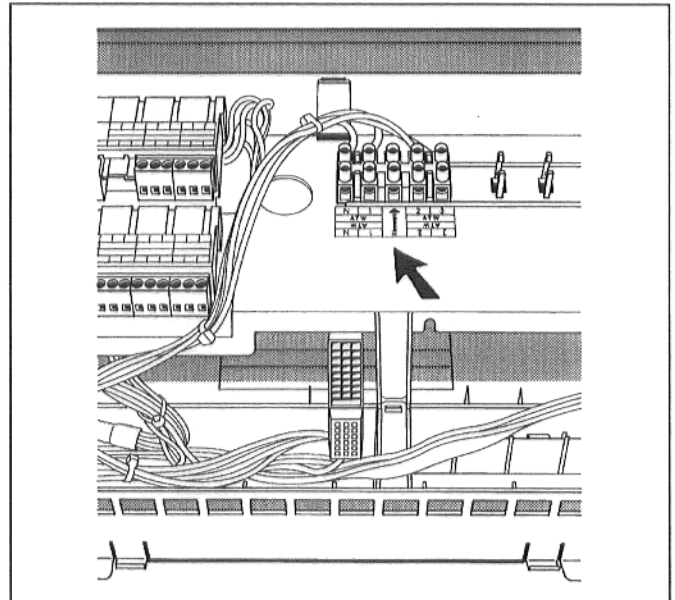

Fig. 5: Sett på skiltet.
- Sett på skiltet med klemmebetegnelsen. Pilen må peke i retning klemmer ! (Fig. 5).